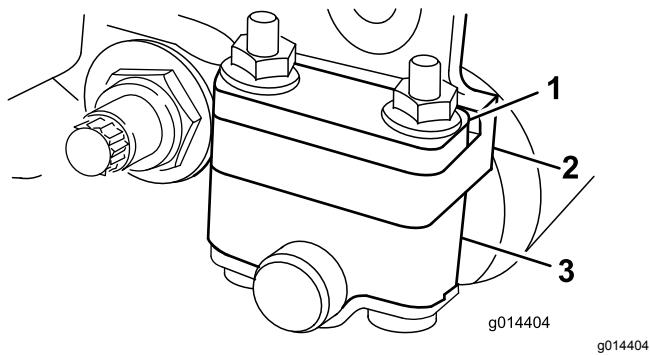

Figure 14
4. Placez les entretoises sur les vis au-dessus ou au-dessous des supports de rouleau, selon le cas (Figure 14 ou Figure 15).
Selon la hauteur de coupe désirée, placez les supports du rouleau arrière (Figure 14 ou Figure 15) en position haute ou basse :
- Placez l'entretoise au-dessus de la bride de fixation de la plaque latérale (réglage d'usine) lorsque les hauteurs de coupe sont comprises entre 1,5 et 6 mm, comme montré à la Figure 14.